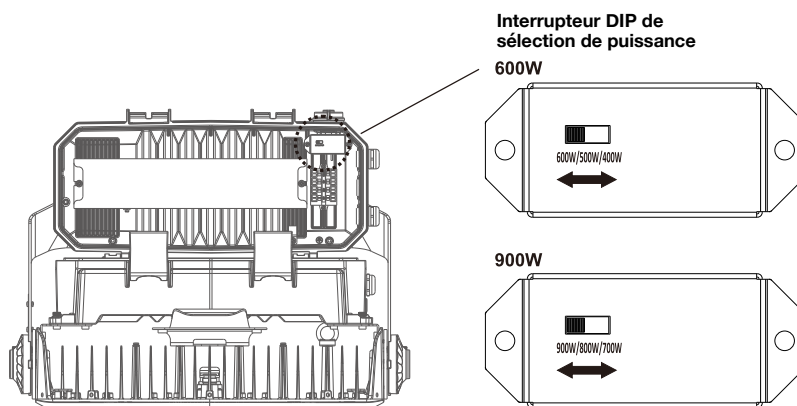

Fig. 1
1. Utilisez l'interrupteur de sélection de puissance pour choisir la puissance souhaitée (Fig. 1).